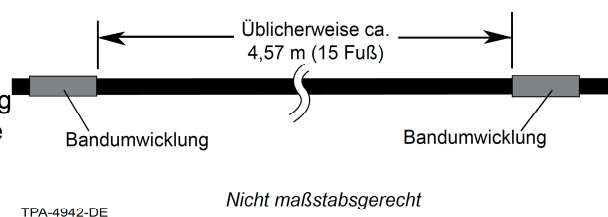

Abbildung 10
Schritt 1: Stelle für den Zugang zum Mantel für einen Mid-span-Kabeleingang bestimmen und die beiden Enden zur Markierung mit Band umwickeln. Die übliche Zugangslänge beträgt 4,57 m (15 Fuß) (Abbildung 10).
Schritt 3: An der zweiten Bandmarkierung einen zweiten Ringschnitt anbringen oder Mantel einfach abschneiden (Abbildung 10).